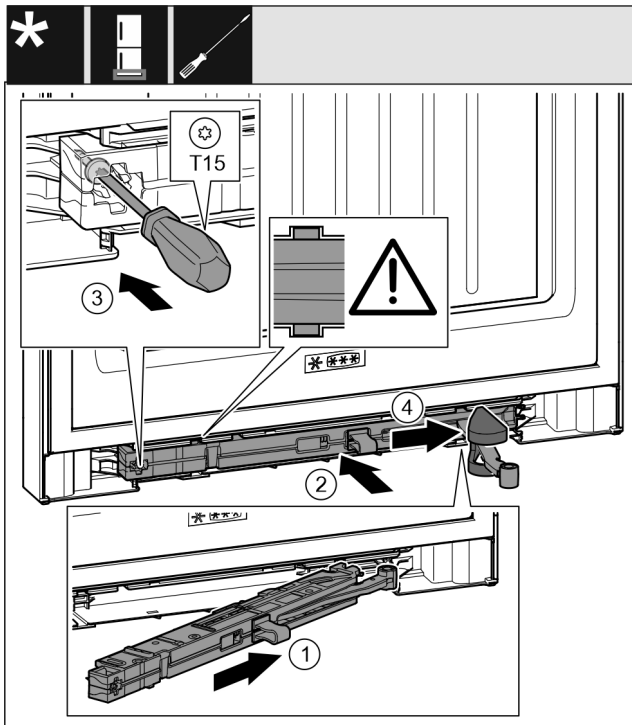

Fig. 43
- ▶ Introduire à fond l'amortisseur de fermeture du côté du support de palier dans la rainure en l'inclinant. Fig. 43 (1)
- ▶ Enfoncer complètement l'amortisseur de fermeture dans la rainure. Fig. 43 (2)
- ▶ Serrer la vis avec un tournevis T15. Fig. 43 (3)
- ▶ Pousser le cache sur la charnière. Fig. 43 (4)